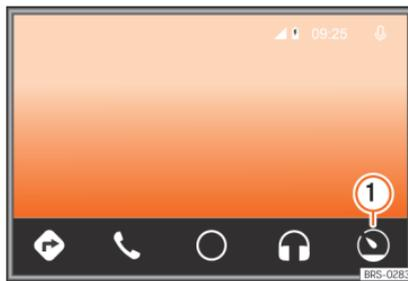

Abb. 221 Menü von Android Auto™
- Im Android Auto™-Betrieb die Funktionsfläche  **Abb. 221 ①** antippen.